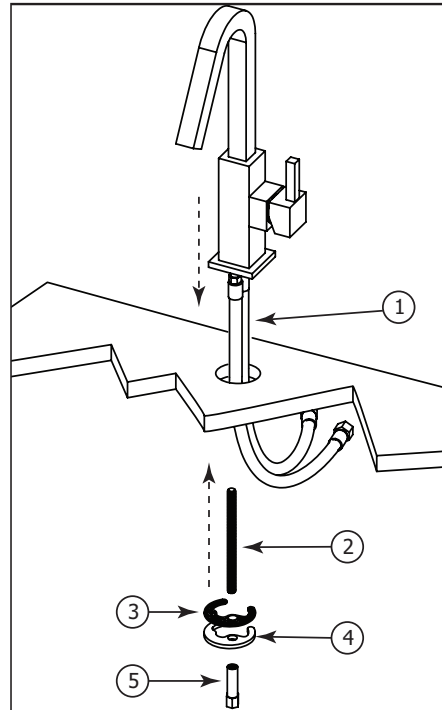

Fig.2
-Insert the faucet flexible hoses (1) through the hole (Ø 1-3/8") of the sink or countertop as shown (Fig.2).
-Screw the tie rod (2) to the hole situated underneath the spout. Then, insert the rubber washer (3), the metal washer (4) and secure the spout with the metal nut (5).
-Insérer les flexibles (1) dans le trou (Ø 1-3/8") du lavabo ou du comptoir tel qu'illustré (Fig.2).
-Visser le tirant (2) dans le trou situé en-dessous du bec. Ensuite, enfilez la rondelle en caoutchouc (3), la rondelle en métal (4), et fixer le bec avec l'écrou en métal (5).